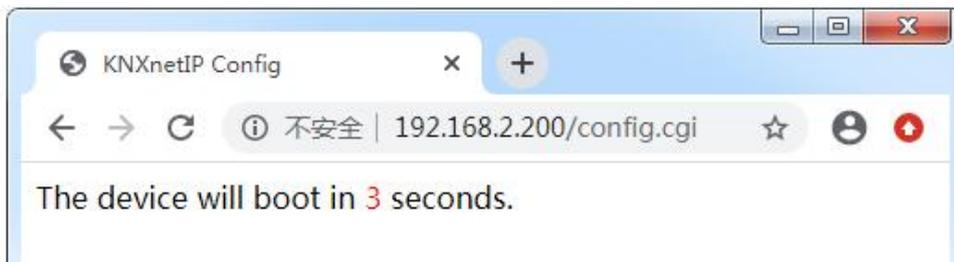

图 5.2 设备进入重启
⑨ **【Save And Reset】**：更改设置完成后，点击此按钮进行保存并重置，此时网页跳转至如图 5.2 所示的界面，提示设备正在重启，重启完成后网页自动返回到配置界面。如果 IP 地址被更改，则需要输入新的 IP 地址才可以再次进入配置界面。